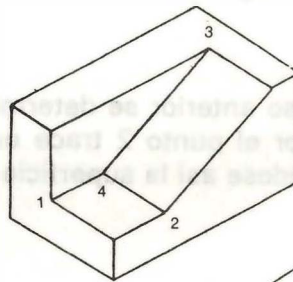

FIG. 14
OPERACIONES: Fig. 14 (Una sola cara inclinada).
FIG. 14 a
- a. Lleve sobre los ejes las medidas parciales necesarias para construir el cuerpo Fig. 14-a
- b. Trace suavemente las líneas isométricas para determinar los puntos 1, 2 y 3 Fig. 14-b.
- c. Por los puntos 1 y 2 trace paralelas a los ejes isométricos, formándose así una superficie paralela a las caras horizontales del cubo. Fig. 14-b.
- d. En el paso anterior se determinó el punto 4; una el punto 4 con el 3 y por el punto 2 trace una paralela a la línea anterior, determinándose así la superficie inclinada del cuerpo. Fig. 14-c.
- e. Borre los trazos auxiliares y repinte las líneas que forman la pieza propuesta inicialmente. Fig. 14-d.